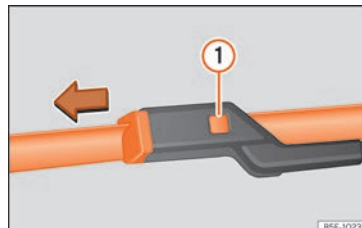

**Fig. 81** Sostituzione della spazzola del tergicristalli.
- Premere il pulsante di sicurezza ①
- »» **fig. 81.**